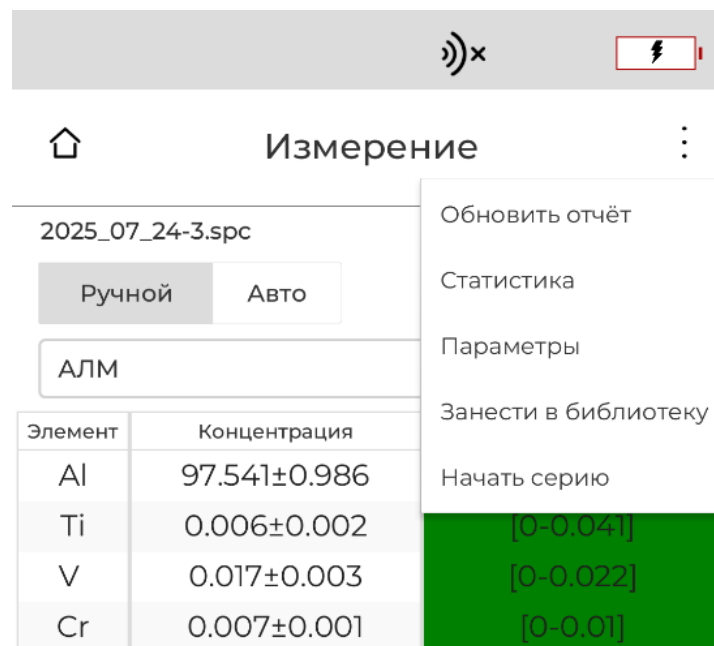

Рисунок 24 – Внешний вид выпадающего меню «Настройки»
3. Устанавливается необходимое время измерений от 3 до 240 секунд нажатием кнопки «Настройки» (п. 14 рисунка 22). В подпункте «Параметры» (рисунок 24) пользователь имеет возможность изменить следующие параметры: